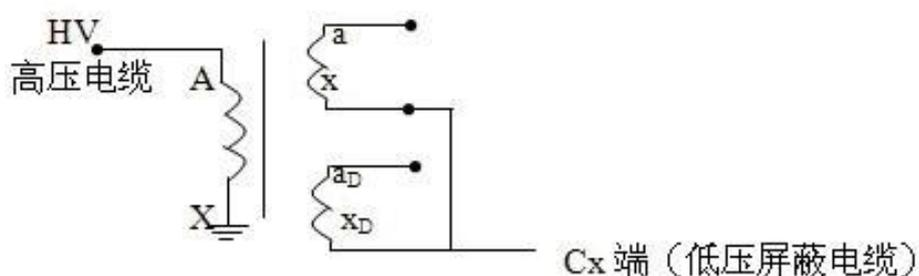

图 8 末端屏蔽法接线
(2) 末端屏蔽法（正接线方式），见图 8，可施加 10kV 电压，由于电压在 AX 绕组的不等压分布，电容量值比常规法要小很多。